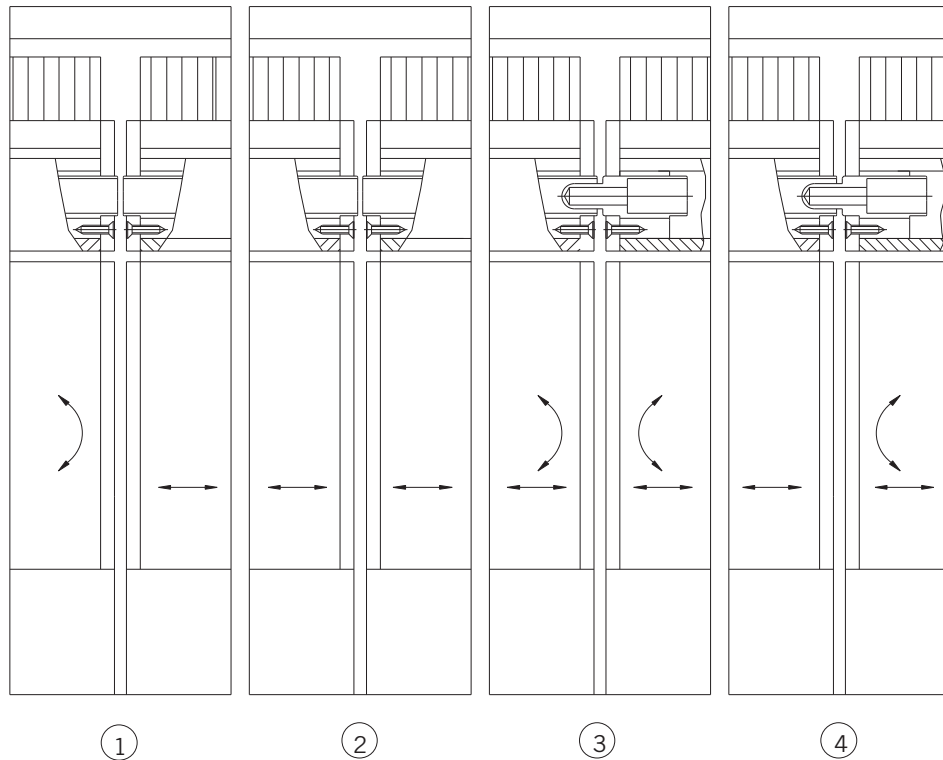

Fig. 12
12. Connection options (Fig. 12):